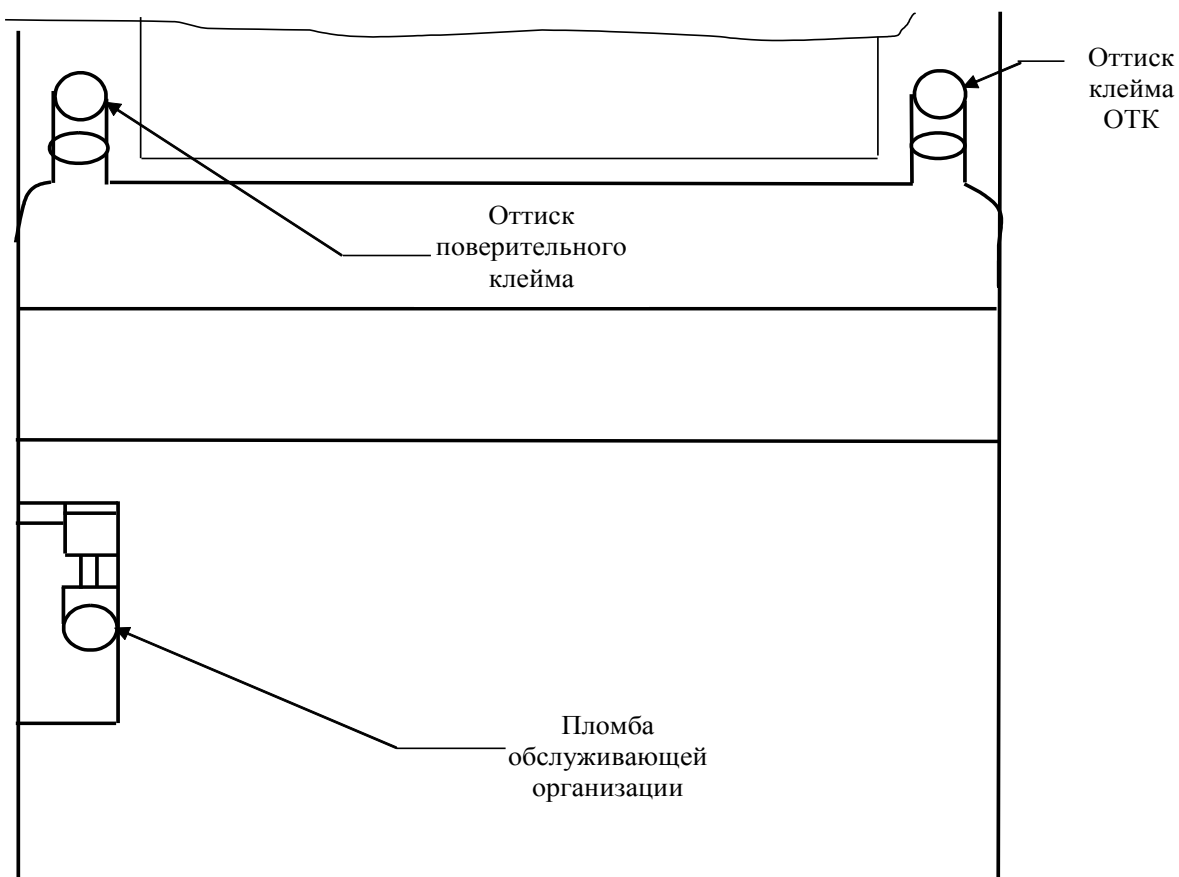

Рисунок 2
- снять пломбу защитной крышки контактной колодки, отвернуть два винта крепления и снять защитную крышку (Рисунок 2);